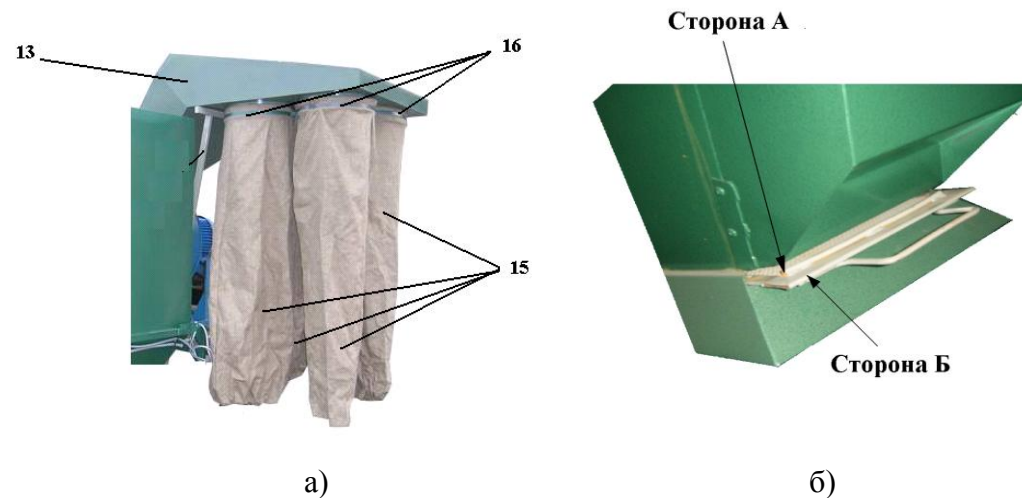

Рис.8 Установочные узлы
- установите на ПСМ поддерживающую сетку 4 (рис.8,б). Рабочее положение сетки , сторона А должна быть обращена верх, а тыльная часть поддерживающей сетки , сторона Б соответствующая плоскости крепления ручки сетки должна быть строго обращена вниз.